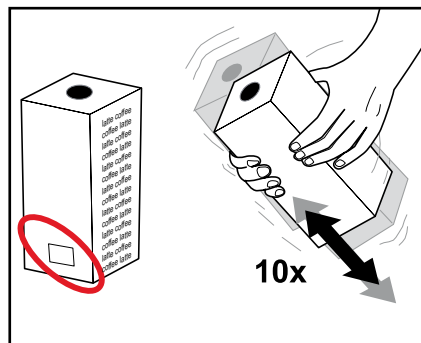

図18
製品パックに記載されている説明を読んでください。製品パックが損傷している時は、使用しないでください。賞味期限が過ぎている製品パックは使用しないでください。（図18）
3. 製品パックを最低10回は振ってください。（図18）